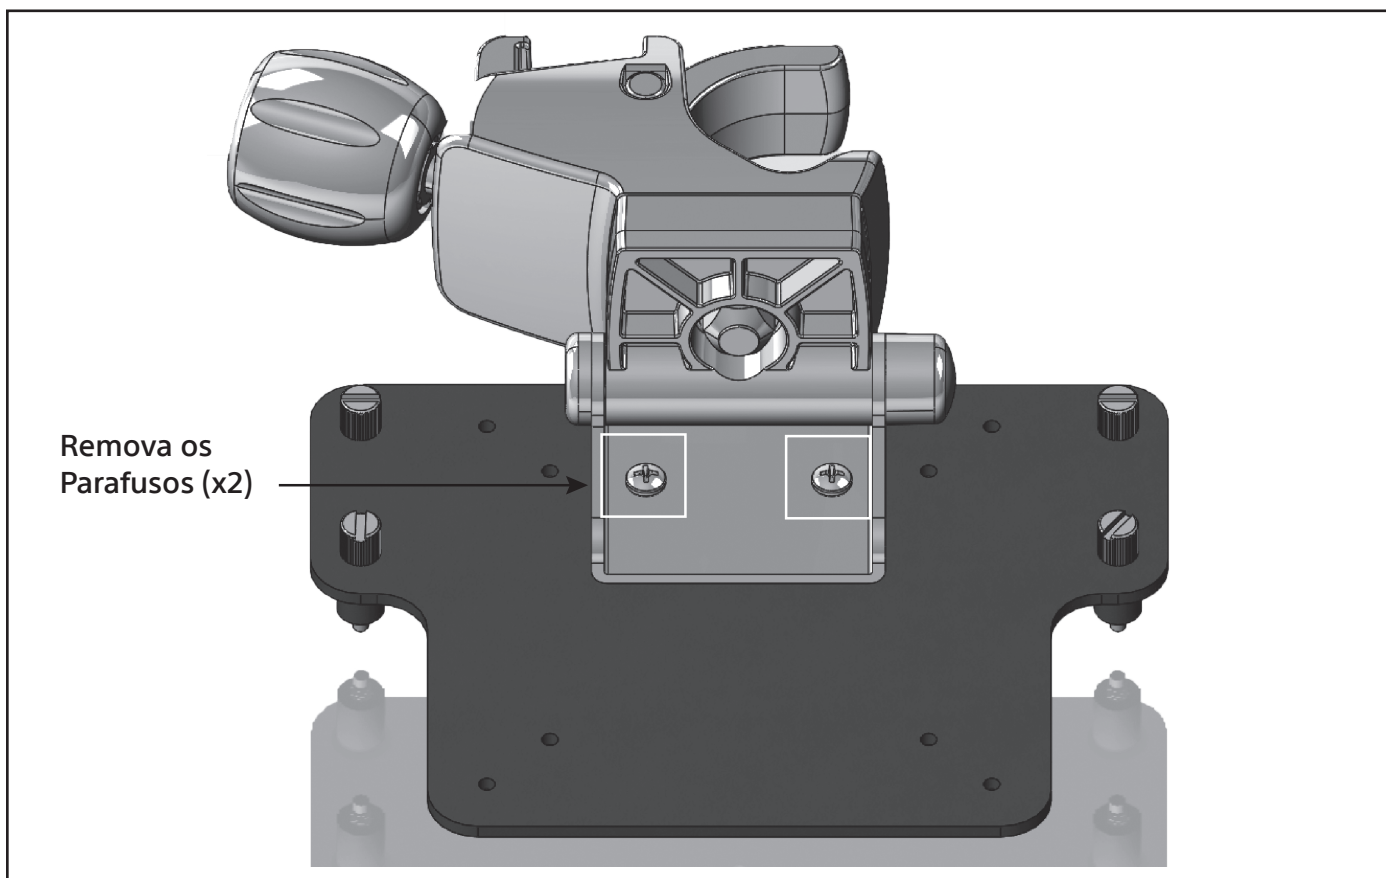

Figura 18. Remova os Parafusos
3. Utilizando uma chave de parafusos Philips N° 2. remova os parafusos apresentados na Figura 18.